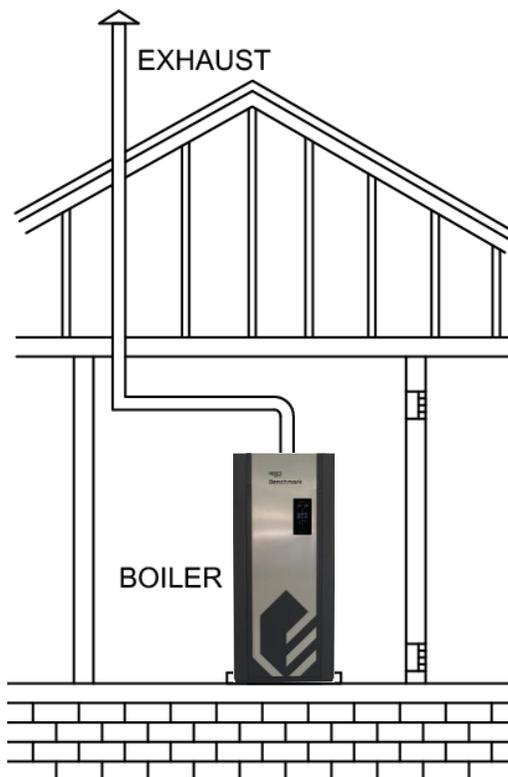

Figure 2 : Tout l'air de combustion des espaces intérieurs adjacents par les ouvertures d'air de combustion intérieures
- Une ouverture doit commencer à moins **de 12 pouces (300 mm)** du haut de l'enceinte, et une ouverture doit commencer à moins de **12 pouces (300 mm)** du bas. (Voir la figure 2).